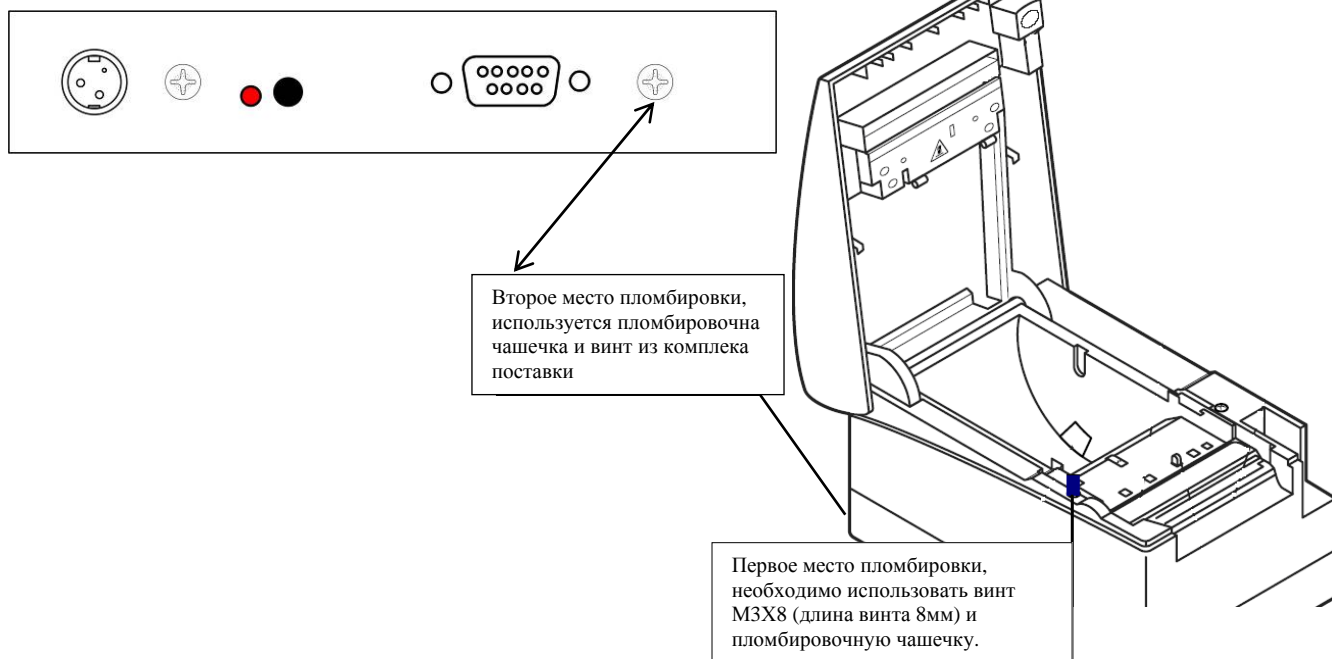

Рисунок 19 – Пломбировка ККМ.
2.4.11. Далее сборку ККМ необходимо произвести согласно пунктам 2.3.1. – 2.3.10 в обратной последовательности, исключая установку блока питания и интерфейсной платы принтера. Необходимо установить все винты, учитывая два места пломбировки указанные на рис. 19. Пломбировка производится после тестирования ККМ (см. п. 2.5) при помощи пломбировочных чашечек под винт М3. В первом месте пломбировки необходимо использовать винт М3Х8 (длина винта 8мм), во втором месте пломбировки используется винт из комплекта поставки.